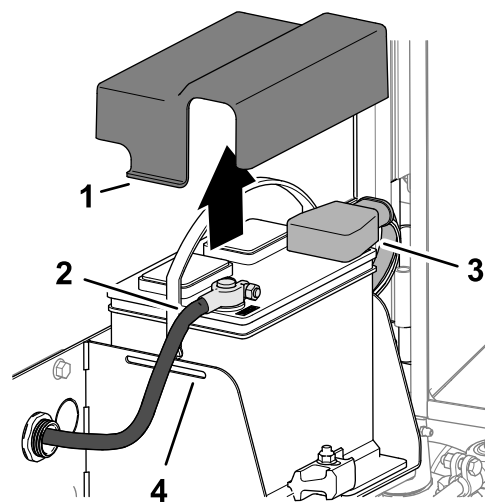

Figura 84
3. Pressione a lateral da cobertura da bateria e retire a cobertura das ranhuras do tabuleiro da bateria (Figura 84).